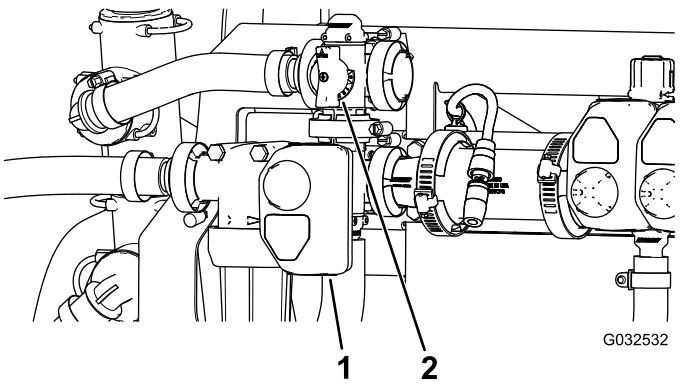

Figura 48
10. Ajuste la válvula de desvío de agitación (Figura 48), situada en la parte trasera de la válvula de agitación, hasta que la presión del sistema de fumigación indicada en el manómetro sea de 689 kPa (100 psi).